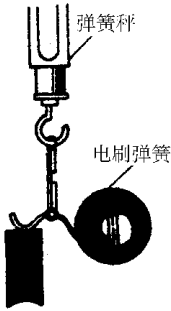

图 9-22 检查电刷弹簧拉力
2) 如图 9-22 所示, 用弹簧秤检测弹簧的压力一般为 117~147N。如压力不足, 可逆着弹簧的螺旋方向扳动弹簧来增加弹力, 如仍无效, 则应更换新品。